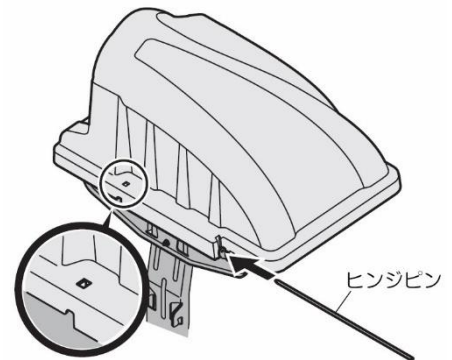
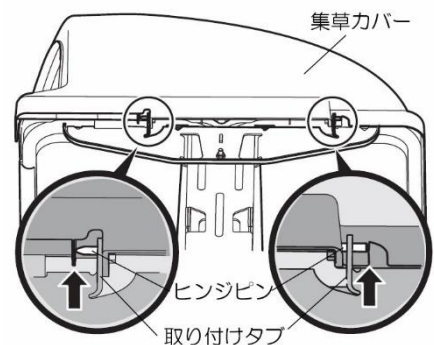

図 12
図 13
2. 図 12 に示されているように、取り付けタブと集草カバーの穴を合わせてヒンジピンを差し込みます。
3. 切り取り窓(図 12 の挿入図を参照)を見ながら、反対側の取り付けタブの差し込み穴を合わせ、ピンを最後まで押し込み、突き当たるまで差し込みます。図 13 を参照してください。